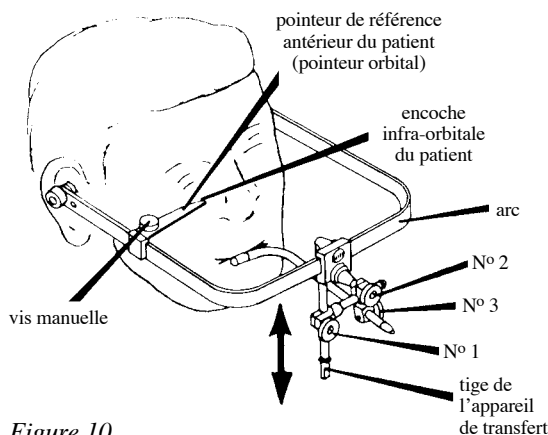

Figure 10
7. Desserrez légèrement la vis manuelle du Pointeur de Référence Antérieur du patient située sur l'arc (figure 10). Faites pivoter précautionneusement ce pointeur de référence (pointeur orbital) à proximité de l'encoche infra-orbitale du patient. Remontez l'arc en le couissant sur la tige de l'appareil de transfert afin d'aligner le dessus du pointeur de référence avec l'orbite du patient.